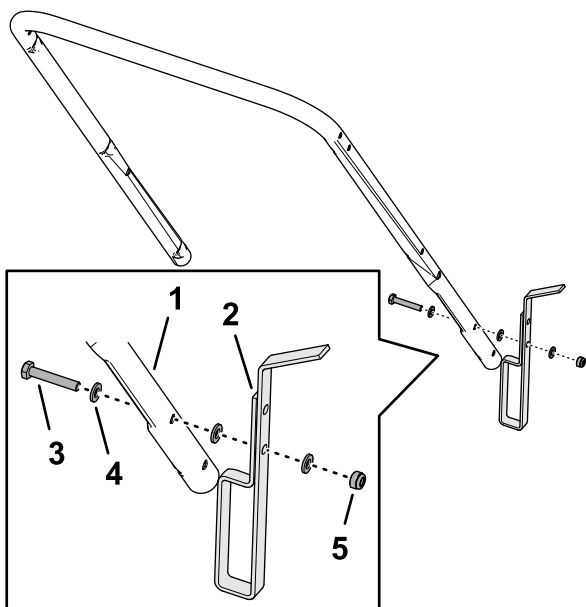

Рисунок 4
2. Совместите отверстие в ножном упоре с отверстием в нижней рукоятке (Рисунок 4).